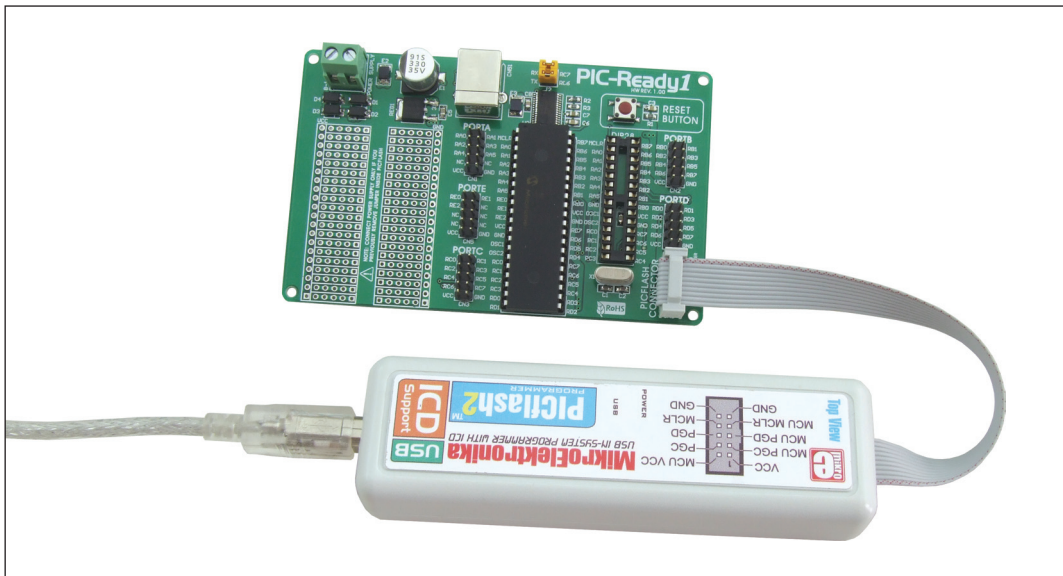

Figura 2: Placa adicional *PIC-Ready1* conectada al programador PICFlash
2. Conectar el conector macho 2x5 en el programador *PICFlash* con un conector hembra de 2x5 en el sistema de desarrollo, refiérase a la Figura 2; y